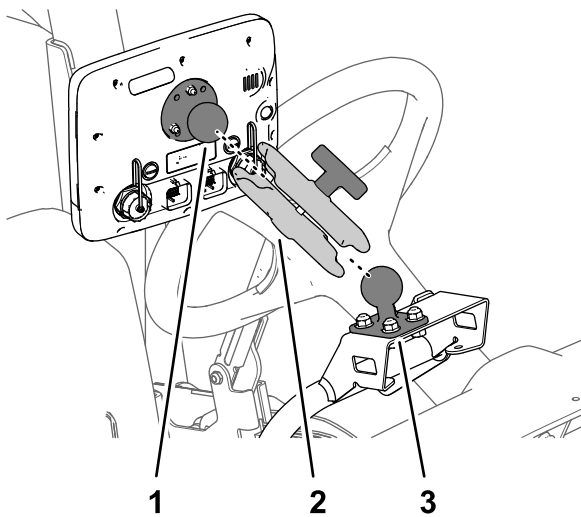

图165
3. 将监控器的球形接头和球形安装架组装到监控器臂上图165。
手拧紧监控器臂上的旋钮 图165。